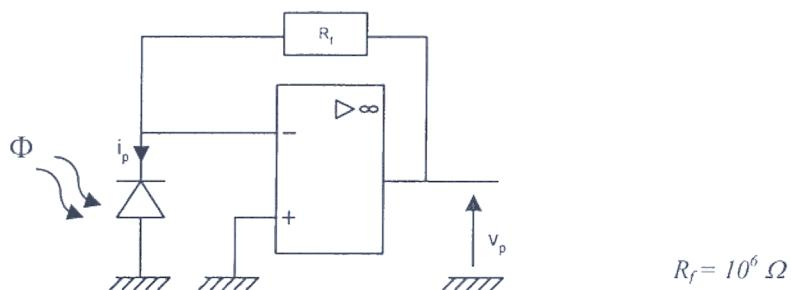

Figure 8 : préamplification transimpédance
4.2 Proposer une évolution du montage de préamplification de la figure 8 pour polariser en inverse la photodiode (redessiner ci-dessous le nouveau schéma électrique).